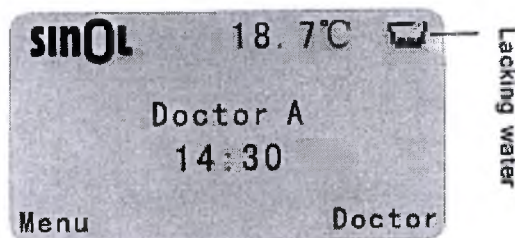

Рисунок 35 – Аварийная сигнализация нехватки воды
13.3 В случае нехватки дистиллированной воды загорается соответствующий сигнальный светодиод (рис.35).